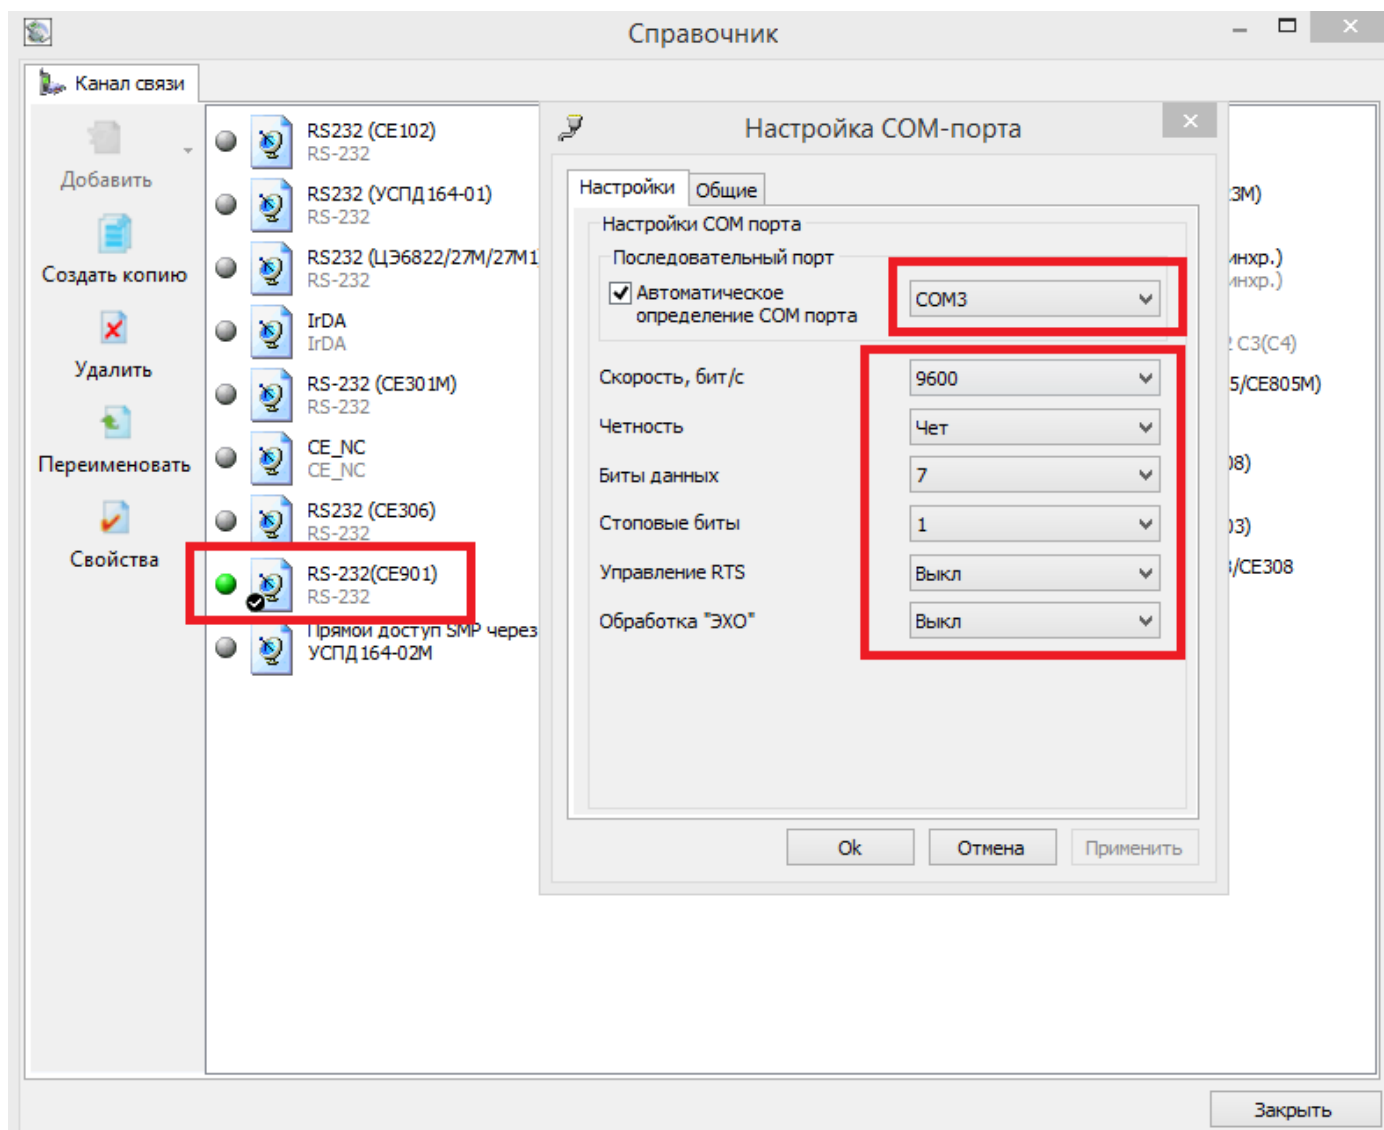

Рисунок 4.6 – Настройка канала связи RS232(CE901) и выбор COM-порта.
– выбрать канал связи: RS232(CE901). Параметры канала связи: скорость: 9600, четность: чет, биты данных: 7, стоповые биты: 1, управление RTS: Выкл, обработка «Эхо»: Выкл (рис.4.6);